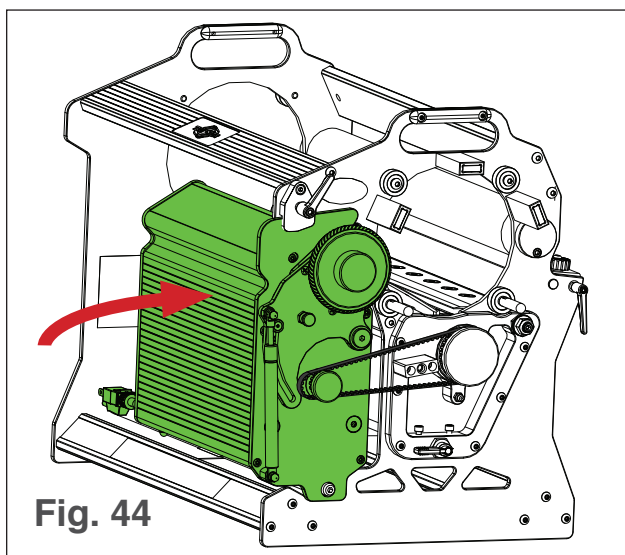

Fig. 44
2. Empuje la caja de control hacia el tambor para liberar la tensión de la correa de la cuchilla (ver Fig. 44).